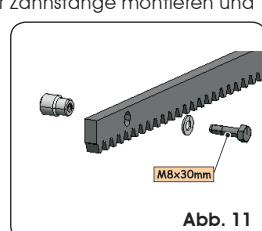
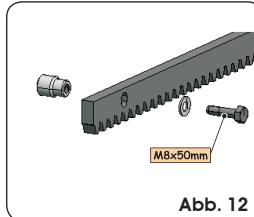
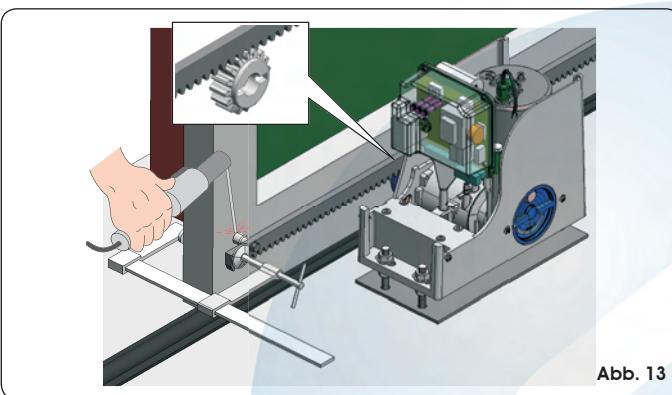
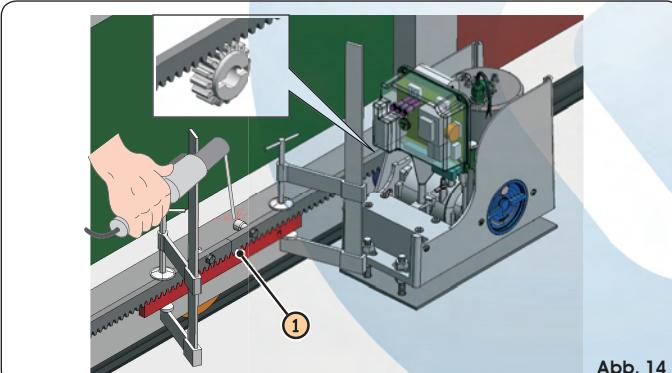

Abb. 11
Abb. 12
Abb. 13
Abb. 14
5.4.1. ZAHNSTANGE AUS STAHL FÜR DIE VERSCHEISSUNG (ABB. 11)
- ① Die drei Gewindestifte auf das Element der Zahnstange montieren und im oberen Teil des Langlochs positionieren. Auf diese Weise ermöglicht das Spiel des Langlochs im Laufe der Zeit die eventuellen Einstellungen.
- ② Den Flügel mit der Hand in die Öffnungsposition schieben.
- ③ Das erste Stück der Zahnstange bündig auf dem Ritzel aufliegen und den Gewindestift am Tor festschweißen, laut Angaben in Abb. 13.
- ④ Das Tor mit der Hand bewegen und sicherstellen, dass die Zahnstange auf dem Ritzel anliegt und dann den zweiten und den dritten Stift verschweißen.
- ⑤ Ein weiteres Element der Zahnstange an das vorhergehende Element ansetzen und dabei ein Stück der Zahnstange verwenden, um die Zahnumhüllung der beiden Elemente abzurichten, laut Angaben in der Abb. 14, Bez. ①.
- ⑥ Das Tor mit der Hand bewegen und die drei Gewindestifte verschweißen, bis das Tor komplett abgedeckt ist.
5.4.2. ZAHNSTANGE AUS STAHL FÜR DIE ANSCHRAUBUNG (ABB. 12)
- ① Den Flügel mit der Hand in die Öffnungsposition schieben.
- ② Das erste Stück der Zahnstange auf dem Ritzel aufliegen und das Distanzstück zwischen Zahnstange und Kante des Tors einlegen. Mit einer Wasserwaage sicherstellen, dass die Zahnstange eben ist und mit einem Filzschreiber die Stelle für die Bohrung anzeichnen.
- ③ Mit einem Bohrer zu Ø 6,5 mm bohren und mit Gewindebohrer M8 Nachschneiden. Den Bolzen anschrauben.
- ④ Das Tor mit der Hand bewegen und sicherstellen, dass die Zahnstange auf dem Ritzel anliegt und dann die Arbeitsgänge unter Punkt ③ wiederholen.
- ⑤ Ein weiteres Element der Zahnstange an das vorhergehende Element ansetzen und dabei ein Stück der Zahnstange verwenden, um die Zahnnung der beiden Elemente abzurichten, laut Angaben in der Abb. 14 Bez. ①.
- ⑥ Das Tor mit der Hand bewegen und die Befestigungsvorgänge wie für das erste Element weiterführen, bis das Tor komplett abgedeckt ist.